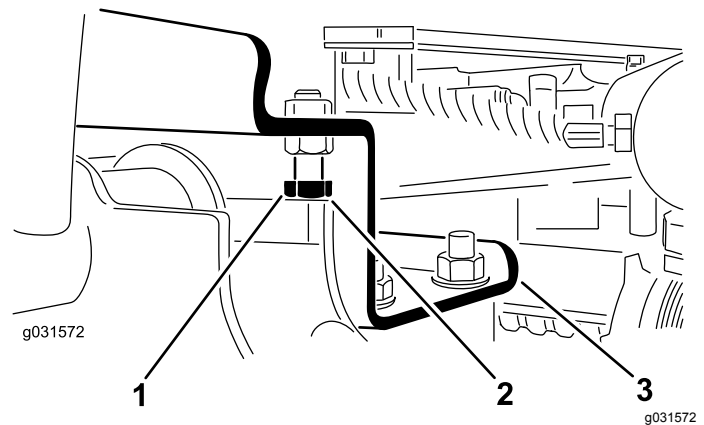

Bild 14
- A. Drehen Sie die Anschlagsschrauben heraus (Bild 14).
2. Stellen Sie sicher, dass der Abstand zwischen jedem Hubarm und der Anschlagsschraube zwischen 0,13 mm und 1,02 mm liegt, siehe (Bild 14).